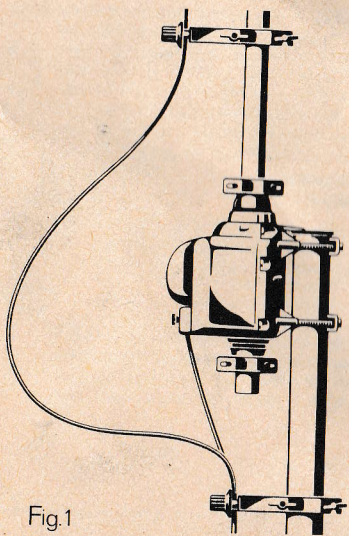

Fig.1
Rotor et appareil de commande pour l'orientation télécommandée d'antennes FM et TV (Fig. 1 et 2).
Rotor en stuurapparaat voor afstandsbediening van FM- en televisieantennen (Fig. 1 en 2).
Rotor und Steuergerät zum ferngesteuerten Ausrichten von UKW- und Fernsehantennen (Fig. 1 und 2).
1. Poser le rotor sur l'extrémité du tube vertical. Obstruer l'extrémité du tuyau avec l'embout de mât qui y est accroché (Fig. 1). Visser le rotor à fond.
4. Amener le câble de l'antenne sur fig. 1. La longueur libre entre les deux isolateurs d'écartement doit être suffisante pour que, lorsque le rotor effectue une révolution complète, le câble ne soit pas endommagé.